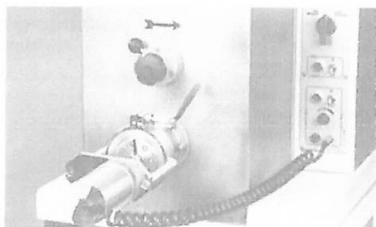

fig.9
- Eines der beiden Messer zwischen Cutter und Matrize platzieren. (Abb. 9)